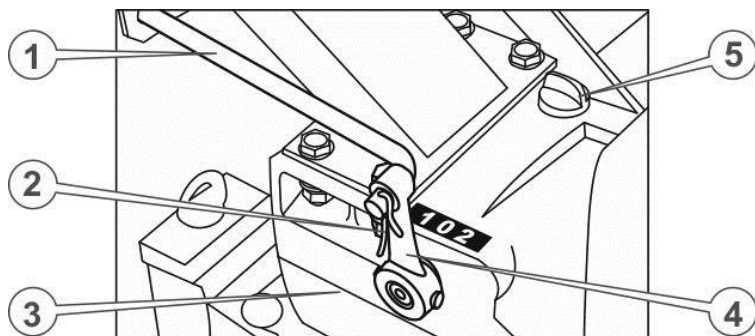

Рисунок 8. – Коробка перемикання передач (КПП)
28. Встановити важіль перемикання передач, протягнувши його через вушко на кермі та вставивши кінцевим загином в отвір у коромислі на коробці перемикання передач (див. рисунок 8.), зафіксувати важіль шплінтом.